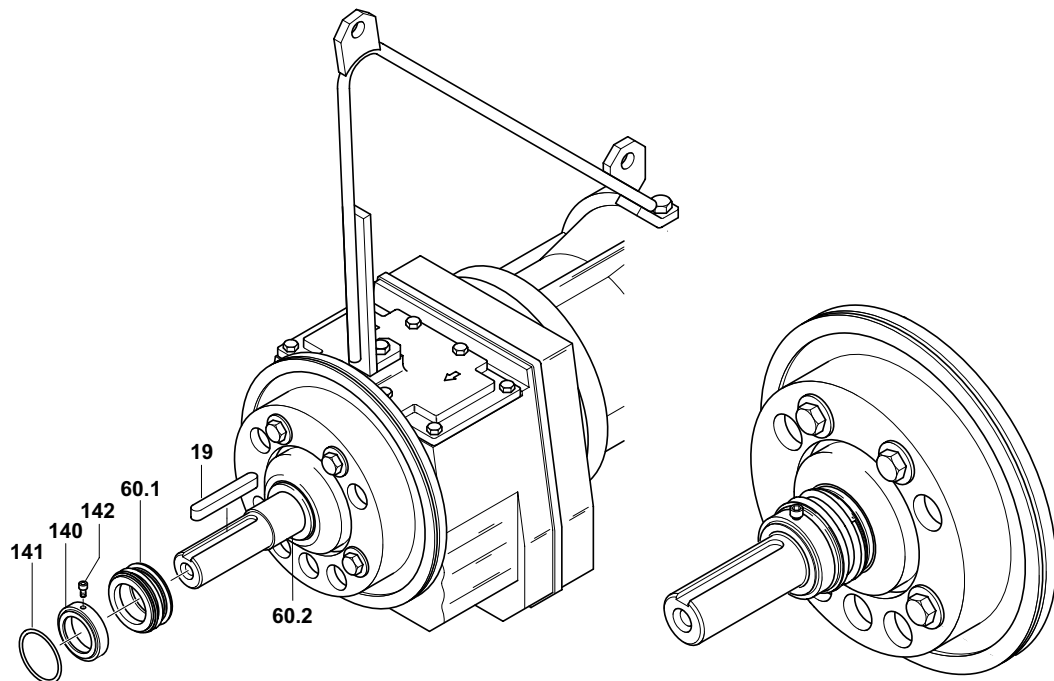

Рис. 14 Сборка механического уплотнения SB, XSB900, XSB 2500
**ВНИМАНИЕ** *Убедитесь, что стационарное кольцо установлено в правильном положении (Рисунок 14/141, 15/392 подробно иллюстрирует то, как это необходимо делать). Установочный паз для уплотнения должен быть в направлении конца вала.*